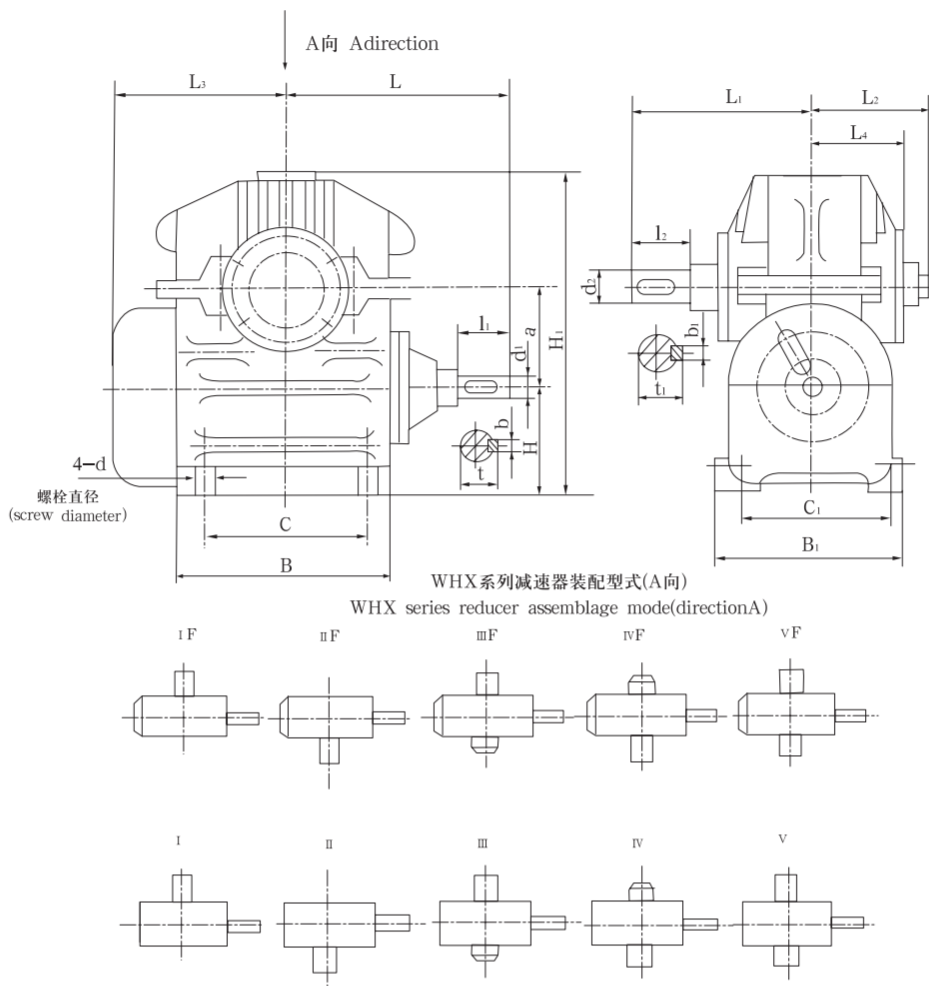

图3 Drawing 3
b) WHX 型——蜗杆在蜗轮之下，见图 3。
4.2 WHX 系列减速器的外形及安装尺寸见图 3, 表 5。